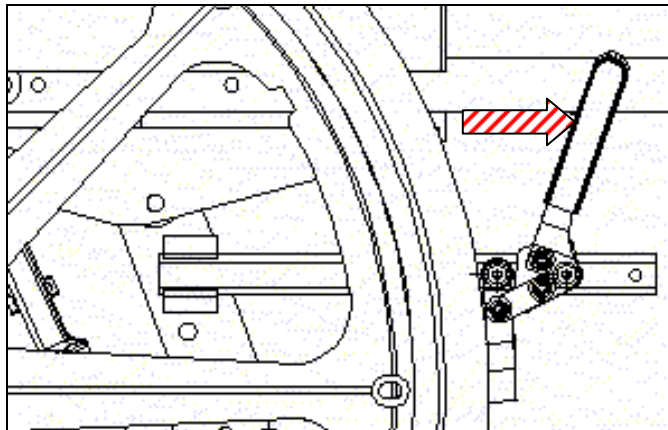

Figure 34-B : Frein verrouillé.
- a) Pour mettre en place le frein, exercer une pression vers l'avant sur le levier (voir; figure 34-B) ;